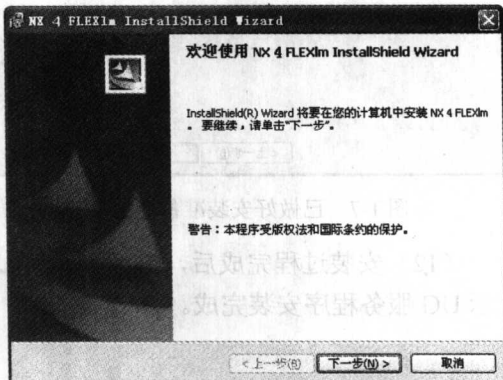

图 1-4 服务程序正常安装界面
(6) 若检测无错误则进入服务程序正常安装界面, 如图 1-4 所示。